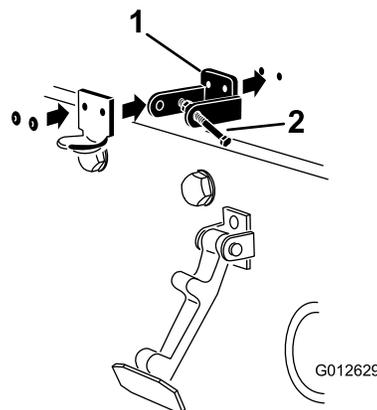

Рисунок 8
3. Выравнивая монтажные отверстия, поместите стопорный кронштейн стандарта CE и кронштейн фиксатора капота на капот. Стопорный кронштейн должен быть прижат к капоту (Рисунок 8). Не снимайте болт с гайкой в сборе с рычага стопорного кронштейна.
5. Прикрепите кронштейны и шайбы к капоту при помощи заклепок (Рисунок 8).